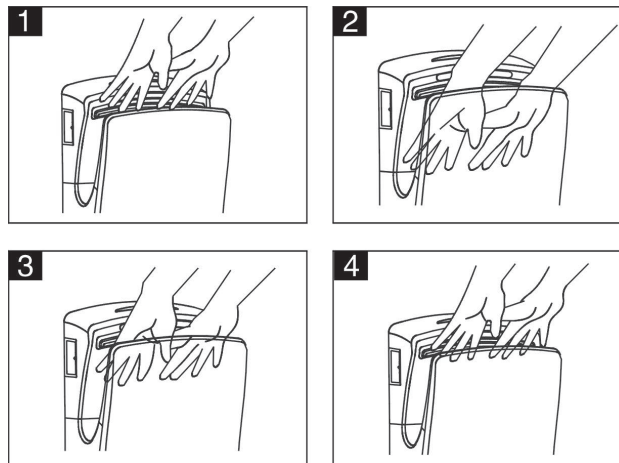

figura 6
- Coloque las manos en la apertura (ver figura 6).